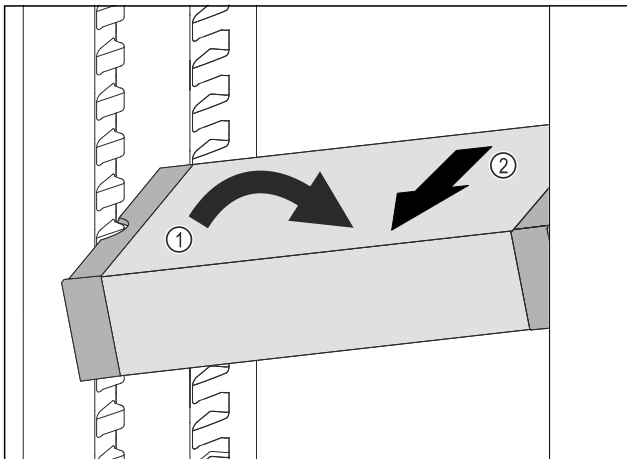

Fig. 183
- Incliner le VarioSafe dans la partie réfrigérateur. Fig. 183 (1)
- Sortir le tiroir VarioSafe par l'avant. Fig. 183 (2)